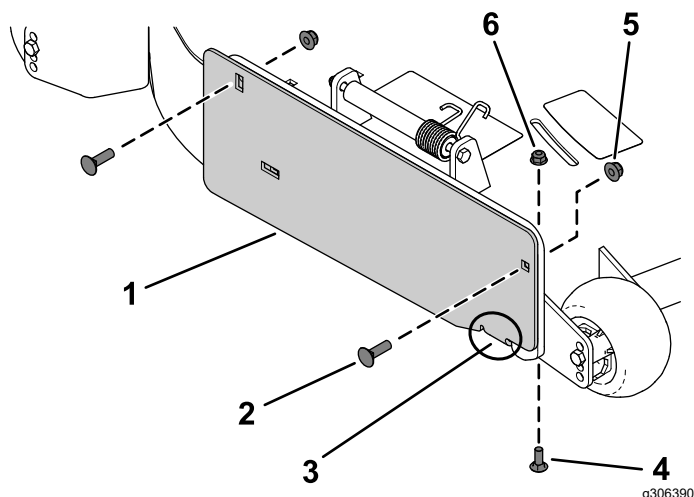

Figura 2
1. Prenda a placa da cobertura de descarga no exterior do suporte de montagem utilizando 2 parafusos de carroçaria (3/8 pol. x 1-1/4 pol.) e 2 porcas de bloqueio (3/8 pol.), como se mostra na Figura 2.
2. Prenda a patilha no interior da plataforma do cortador utilizando 1 parafuso de carroçaria (5/16 pol. x 7/8 pol.) e 1 porca flangeada (5/16 pol.), como se mostra na Figura 2.